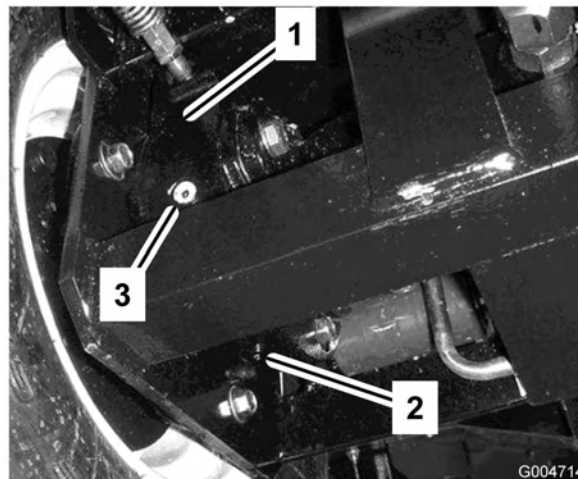

Figura 57
4. Coloque um recipiente de escoamento debaixo da caixa dos travões do lado oposto da roda (Figura 57).
7. Retire o tampão de verificação da caixa de travões (Figura 57).